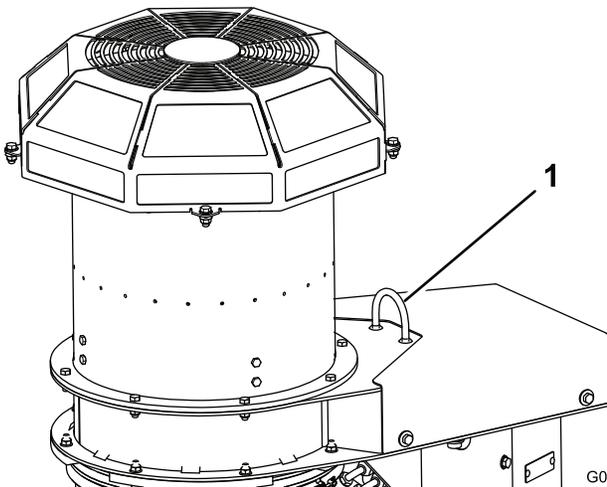

Bild 7
8. Nehmen Sie den Riemen von der Palette ab und befestigen ihn an der Hebeschleufe am Bläser (Bild 7).